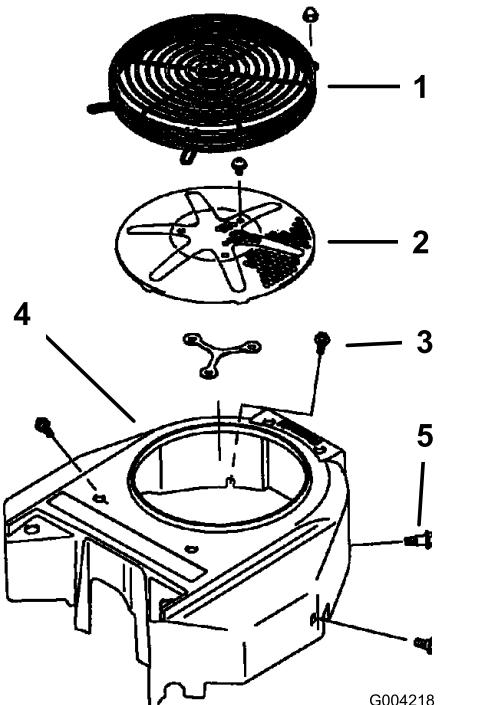

Figura 67
3. Retire la rejilla de entrada de aire, el arrancador de retroceso y la carcasa del ventilador (Figura 67).
5. Instale la rejilla de entrada de aire, el arrancador de retroceso y la carcasa del ventilador (Figura 67).